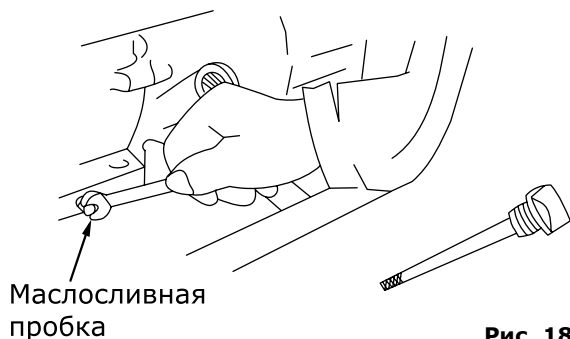

Рис. 18
- Отверните масляную пробку и слейте масло (рис. 18).